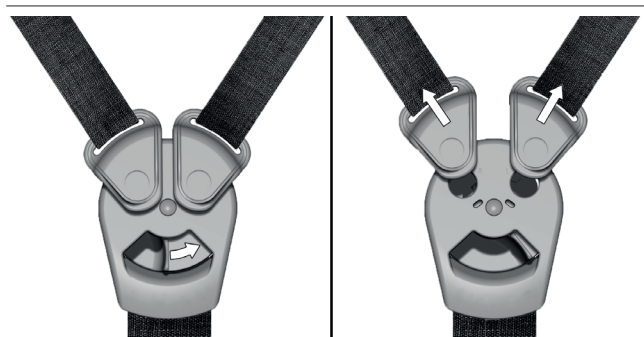

Abbildung 23 : Öffnen des Dreipunktgurt
1. Schieben Sie den Schnallenschieber **65** gegen den Uhrzeigersinn. Beide Schultergurtschnallen **66** werden an der Schnalle **64** gelöst (siehe Abbildung 23).